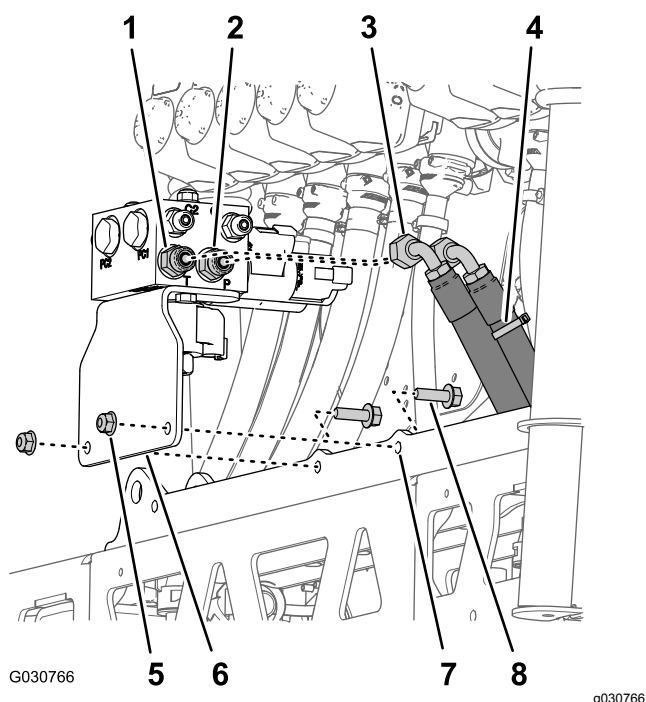

Figura 127
1. Allineate i fori nella staffa di supporto per il collettore di sollevamento della barra che avete rimosso al passaggio 3 di Rimozione del collettore dei cilindri di sollevamento e della staffa di supporto \(pagina 39\) con il supporto del cilindro della nuova sezione centrale della barra (Figura 127).
2. Montate la staffa di supporto al supporto del cilindro (Figura 127) con i 2 bulloni a testa flangiata (5/16" x 1") e i dadi di bloccaggio flangiati (5/16") che avete rimosso al passaggio 3 di Rimozione del collettore dei cilindri di sollevamento e della staffa di supporto \(pagina 39\).
4. Montate il flessibile idraulico della pressione (contrassegnato con una fascetta per cavi) sul foro P del collettore di sollevamento delle barre (Figura 127).
5. Montate il flessibile idraulico di ritorno sul foro T del collettore di sollevamento delle barre (Figura 127).